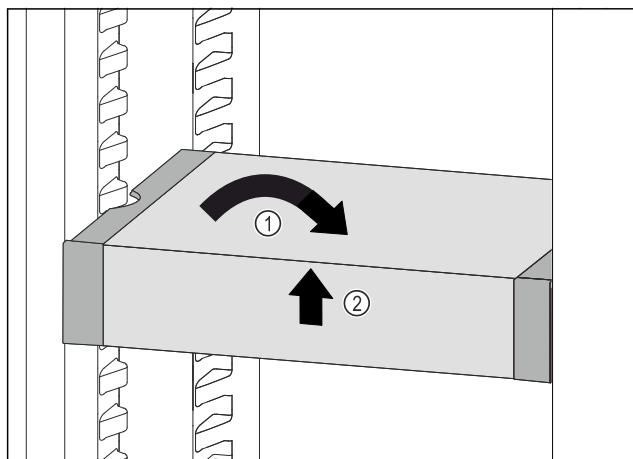

Fig. 118
- ▶ VarioSafe postavte rovně. Fig. 118 (1)
- ▶ VarioSafe vpředu zvedněte. Fig. 118 (2)